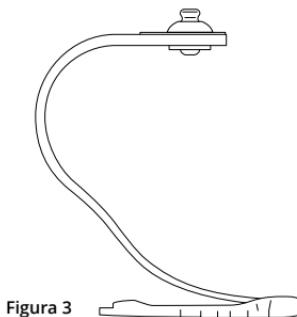

Figura 3
2. Inserire rapidamente le punte della lama Obsidian negli incavi per le dita della suola in gomma, come mostrato nella figura 3. A questo punto, la colla non deve essere entrata in contatto con la lama Obsidian.